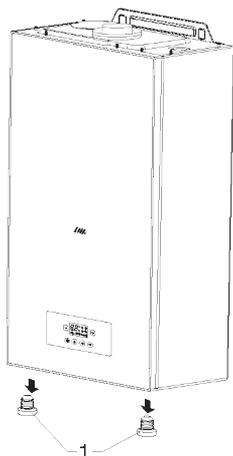

Рис. 11
- отвинтить 2 болта в нижней части котла (поз. 1 рис. 11);